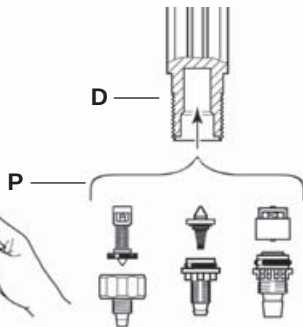

Fig. 17
- spoel de verschillende delen overvloedig met schoon water en zet ze weer in elkaar (**fig. 17**).
- druk de terugslagklep (**fig. 17-P**) tot achter in de doseerbuis (**fig. 17-D**), alleen de kegel mag nog uit de zuigbuis steken.